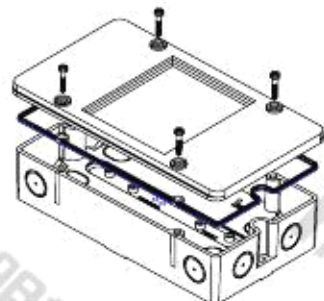

图 11
5. 用 4 个螺钉固定带有密封条的盒盖 (图 11)。只有这样才能保证 IP65 防护等级)